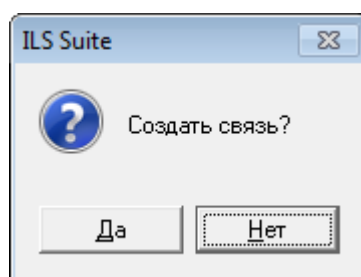

Рис. 13-487 – Диалоговое окно
3) Переместить с помощью мыши отказ на работу в окно «Выполненные работы». Появится подсказка вида «+ Создать связь X объект(ов) в ...» (рис. 13-487). Отпустить кнопку мыши.